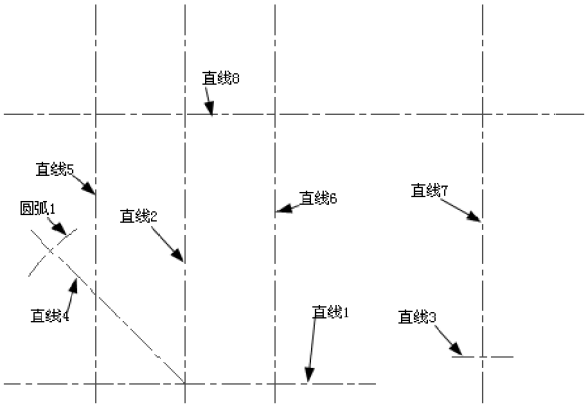

图 5-15 拉长直线 8
(4) 拉长直线 8
单击【修改】工具栏 | 【拉长】按钮 ，命令行提示：“选择对象或 [增量 (DE)/百分数 (P)/全部 (T)/动态 (DY)]:”，在命令行中输入 DE，接着选择对象直线 8，输入长度增量 115。如图 5-15 所示。